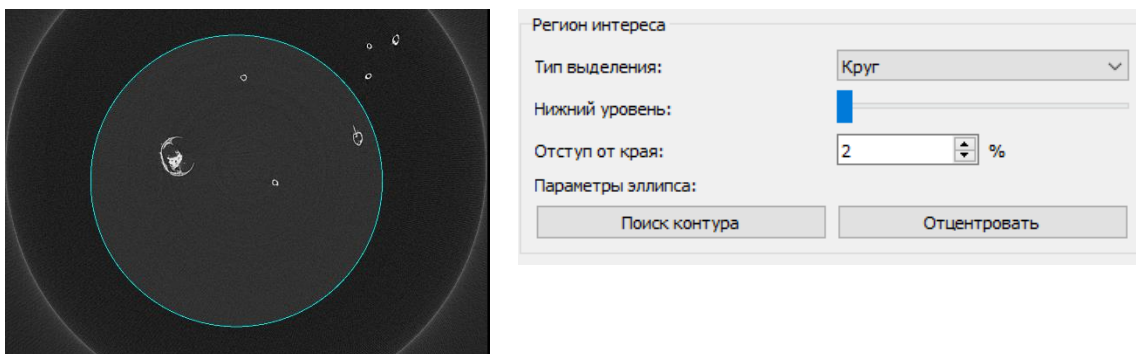

Рисунок 17 – Регион интереса
- X и Z направления указываются через тестовый срез либо в виде прямоугольника, либо с помощью круга, отсекая тем самым ненужную часть, рис. 17 (а). На панели реконструкции находится виджет для выбора типа выделения (рис. 17 (б)). Для цилиндрических образцов, таких как керны, присутствует функция автоматического определения положения реконструируемого объекта с последующим выделением. Для этого необходимо менять уровень на гистограмме среза до значения, когда программа через кнопку «Поиск контура» сможет корректно определить контур цилиндрического объекта. Контур рисуется на срезе жёлтым цветом. После этого достаточно нажать кнопку «Отцентровать» с выбором отступа от края объекта в процентах, и программа сама выставит требуемый регион интереса;